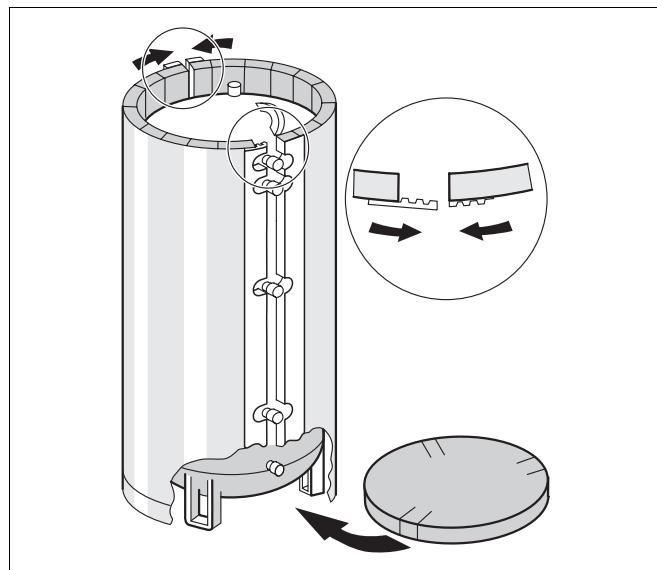

Рис. 6 Технология
- Теплоизоляционный круг с надрезами для ножек бака-водонагревателя положить на пол (рис. 6).
- Обернуть теплоизоляционные маты вокруг бака-водонагревателя так, чтобы штуцеры подключения попали в отверстия на матах (рис. 6).
- Подтянуть и скрепить между собой концы теплоизоляционных матов (рис. 6).